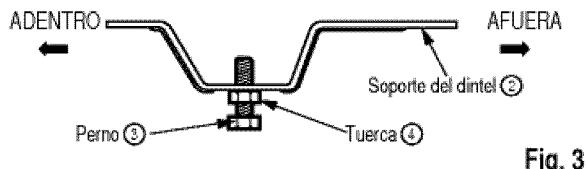

Fig. 3
- 3** Arme de modo flojo el soporte del dintel ② usando las partes que se muestran en Fig. 3.